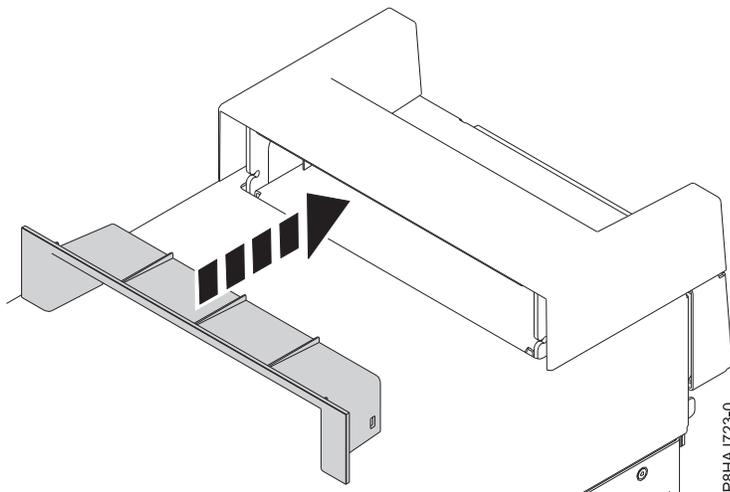

Abbildung 20. Element innerhalb der Griffabdeckung bei einem eigenständigen System vom Typ 8286-41A einsetzen
2. Setzen Sie das Element innerhalb der Griffabdeckung ein, indem Sie es fest in die Griffabdeckung drücken (siehe Abb. 20).